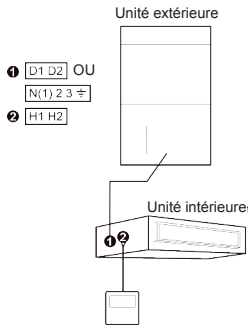
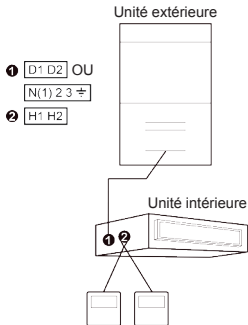
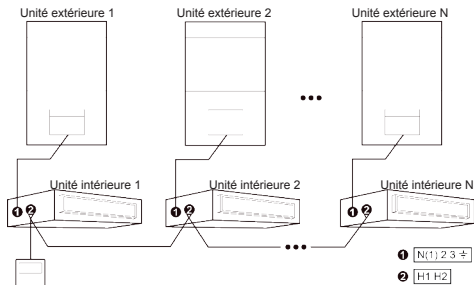
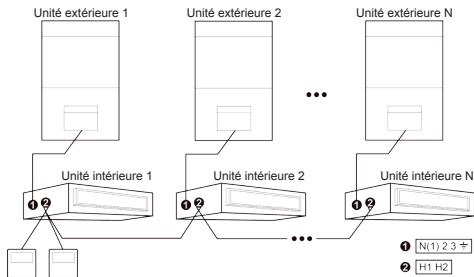

Fig. 4.4 Une commande filaire commande une unité intérieure
Fig. 4.5 Deux commandes filaires commandent une unité intérieure
Fig. 4.8 Une commande filaire commande simultanément plusieurs unités intérieures Atlas
Fig. 4.9 Deux commandes filaires commandent simultanément plusieurs unités intérieures Atlas
- (1) Les méthodes de câblage des fig. 4.4, fig. 4.5, fig. 4.8 et fig. 4.9 peuvent être adoptées pour la commande filaire connectant l'unité Atlas.
- (2) Les méthodes de câblage des fig. 4.4 à 4.7 peuvent être adoptées pour la commande filaire connectant l'unité VRF.
- (3) Seules les méthodes de câblage de la fig. 4.4 et de la fig. 4.5 peuvent être adoptées pour la commande filaire reliant l'unité de type Big Duct ou l'unité monobloc refroidie à l'air, c'est-à-dire qu'une (ou deux) commande(s) filaire(s) ne peut(vent) contrôler qu'une seule unité intérieure, mais pas plusieurs unités intérieures de systèmes différents.
- (4) Lorsqu'une (ou deux) commande(s) filaire(s) commande(nt) simultanément plusieurs unités intérieures, la commande filaire peut se connecter à l'une quelconque des unités intérieures, pourvu que celle-ci soit de la même série. La quantité totale d'unités intérieures commandées par commande filaire ne peut pas dépasser 16 éléments, et les unités intérieures connectées doivent faire partie du même réseau. La commande filaire doit définir le nombre d'unités intérieures commandées en groupe. Voir la section 4.2.3 Réglage des paramètres « P14 ».
- (5) Lorsque deux commandes filaires commandent une (ou plusieurs) unité(s) intérieure(s), leurs adresses doivent être différentes. Voir la section 4.2.3 Réglage des paramètres « P13 ».
- (6) La borne de commande filaire est non polarisée et ne peut pas être connectée à un courant électrique fort.